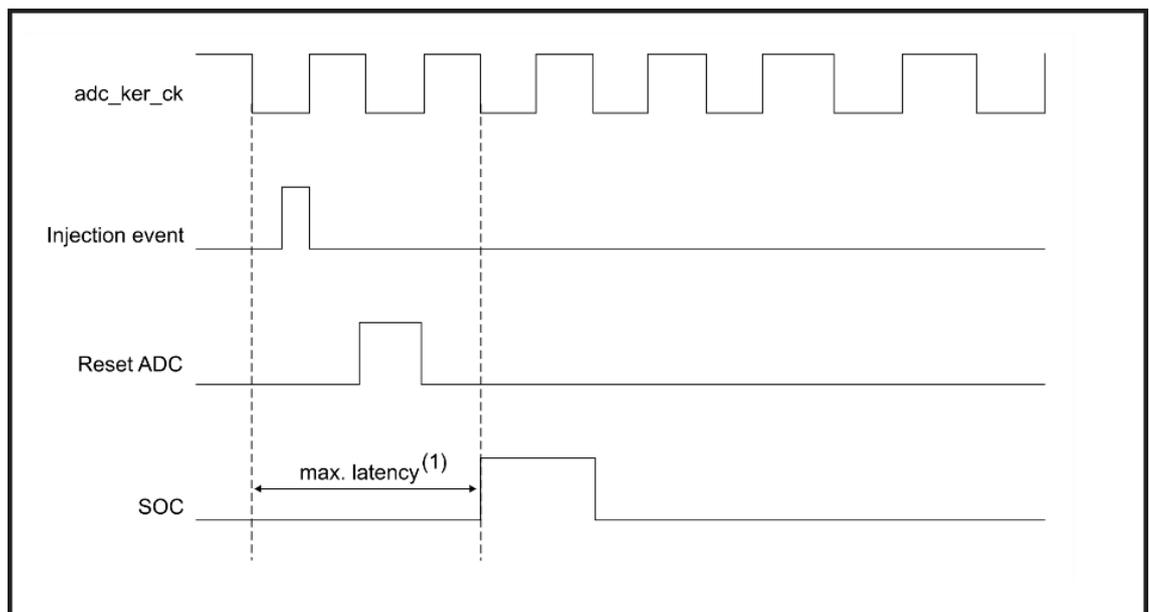

图 15-7 注入转换延迟
4. 如果在注入转换期间出现常规触发事件，注入转换不会中断，但在注入序列结束时会执行常规序列转换。注入序列相应的时序图如图 15-7 所示。